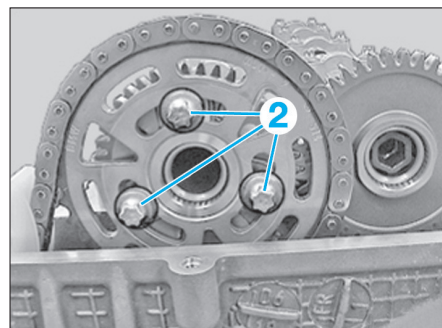

Fig. 93
- Mettre en place le pignon d'arbre à cames avec la chaîne de distribution sur l'arbre à cames d'admission de façon à ce que les vis (2) se trouvent au centre des trous oblongs (Fig.93).
- Préserrer les vis (2) à 1 daN.m
- Redesserrer les vis (2) à 90°
- Insérer le tendeur de chaîne (1) et le serrer au couple.
- Procéder au calage de la distribution, puis resserrer les vis (2) au couple.